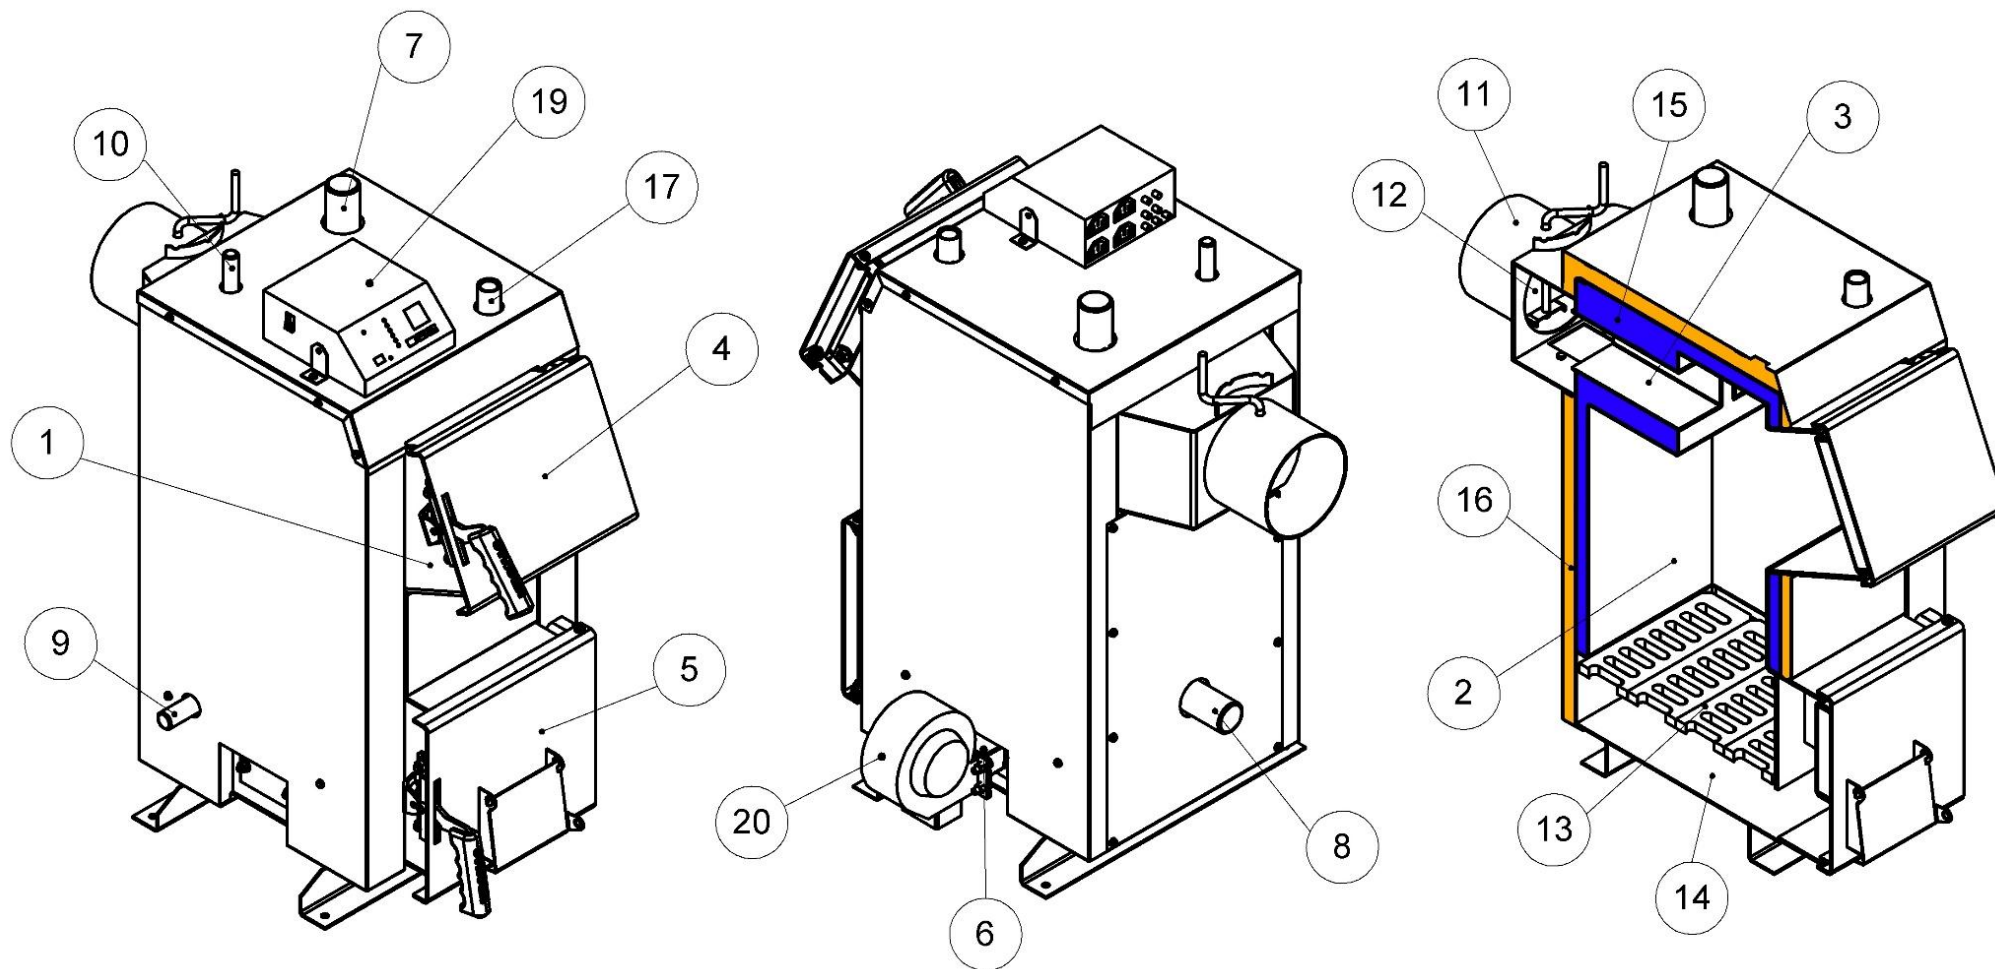

Рисунок 5.2 – Зовнішній вигляд та основні елементи котла (серія Еко+)
- у котлі **Еко+** – припливним вентилятором (поз. 20, рис. 5.2) під колосникові ґрати по каналу подачі повітря. Кількість повітря, необхідного для процесу згоряння, регулюється автоматично контролером (поз. 19, рис. 5.2).